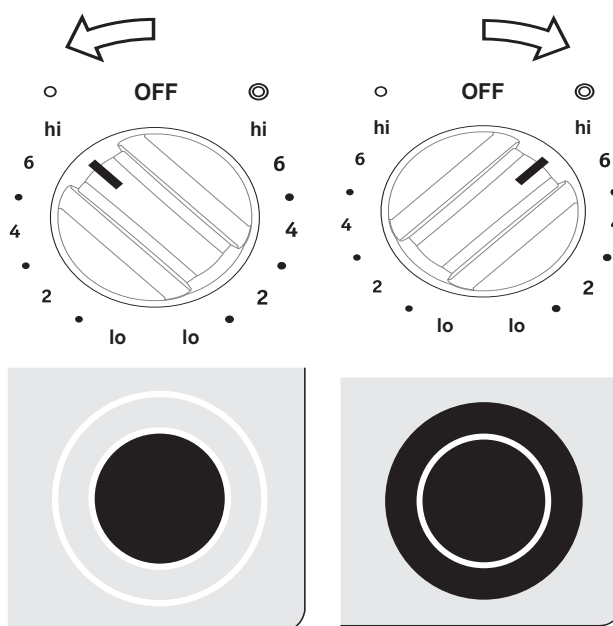

Figure 6 : Fonctionnement de l'élément intérieur (G) et fonctionnement de l'élément intérieur/extérieur (D)
La table de cuisson est munie d'un ou de deux éléments de surface radiants doubles. Les symboles situés au-dessus des boutons de commande servent à indiquer quel élément de l'élément radiant double va chauffer. Le symbole doté d'un seul cercle indique que seul le serpentin intérieur va chauffer (voir figure 6). Le symbole doté de deux cercles indique que les éléments intérieur et extérieur vont tous les deux chauffer (voir figure 6). Vous pouvez alterner entre les réglages des éléments à tout moment durant la cuisson.
2. Enfonchez le bouton de commande et tournez-le vers le symbole à un seul cercle pour les ustensiles de cuisson plus petits et vers le symbole à deux cercles pour les ustensiles de cuisson plus grands (voir figure 6). Tournez le bouton pour ajuster le réglage, si nécessaire. Commencez la plupart de vos cuissons par un réglage élevé, puis diminuez la chaleur pour terminer la cuisson. Chaque élément de surface fournit une quantité de chaleur constante à chacun des réglages. Une zone de couleur rouge brillante qui dépasse du bord inférieur de l'ustensile indique que ce dernier est trop petit pour la zone de chauffage utilisée.